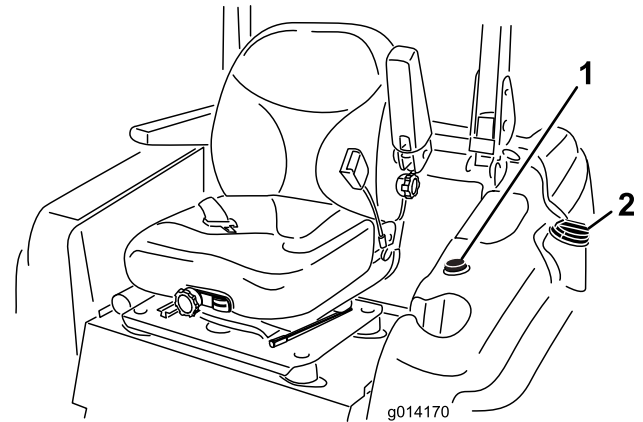

図 9
3. 燃料タンクのキャップの周囲をきれいに拭いてからキャップを取る図9。